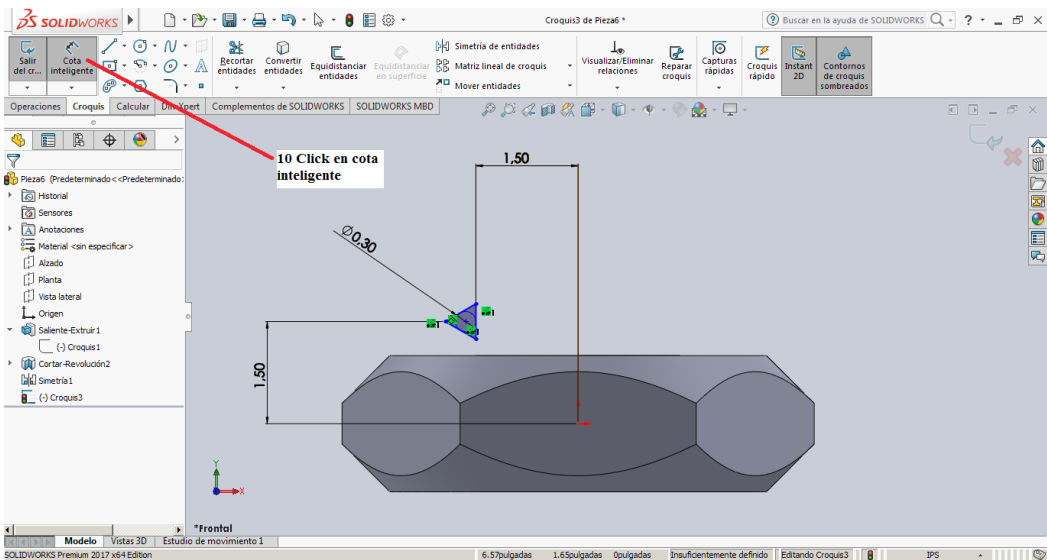

Figura 2-28
10. Click en cota inteligente y se realiza el proceso de medición que se muestran en la figura 2-28
11. Con las cotas definidas se procede a realizar Click sobre la parte superior y seleccionar la cara para sobre ella dibujar un **Círculo** y se utiliza la función **Curva** y seleccionamos **Hélice** y **Espiral**, se procede a generar una espiral con los parámetros que se muestran en la figura 2-28